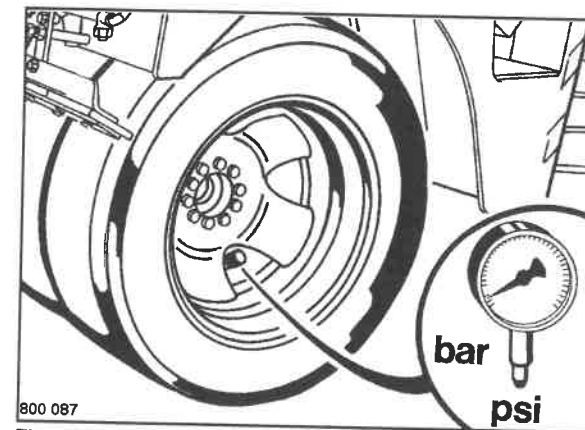

Fig. 144
- Controllare la pressione dell'aria sulla valvola del pneumatico mediante un manometro (Fig. 144).